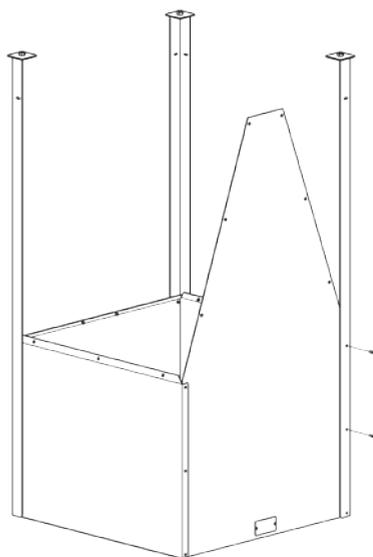

Рис. 5
4. Установите стенку заднюю и опору ЛЕВУЮ, как указано на (Рис. 5), и закрепите при помощи винтов.